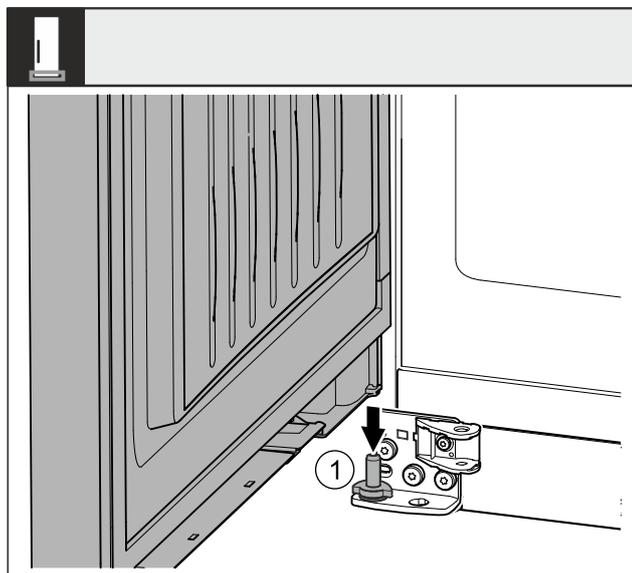

Fig. 42 *
- ▶ Inserire la porta dall'alto sul perno di supporto Fig. 42 (1) inferiore.*